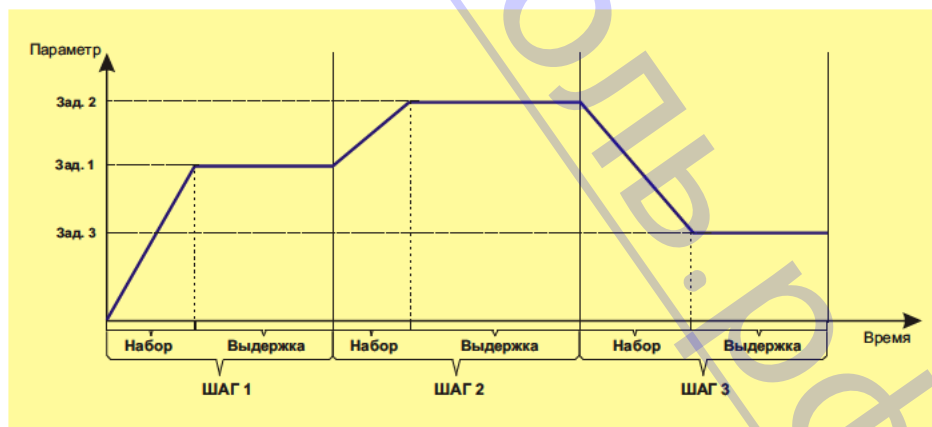

Рис. 97
Физический смысл задатчиков конфигулятора блока Программатор отображен на Рис. 97.
9.4.17 В меню **Процесс** блок Программатор представлен в виде таблицы, в которой находится информация о состоянии входов и выходов блока в данный момент времени (Рис. 97).